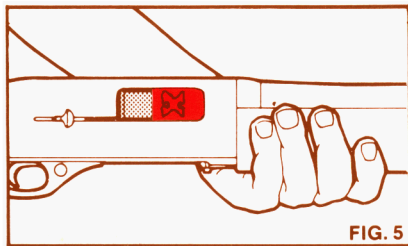

FIG. 5
2. Place the safety in the "on" position. The chamber can now be loaded by inserting a shell directly into the ejection port (Figure 5).
2. Mettez le cran de sûreté en position "on" La chambre peut maintenant être chargée en introduisant directement une cartouche dans la fenêtre d'éjection (Fig. 5).
2. Sichern Sie die Waffe durch drücken des Sicherungsknopfes ("on" position). Schieben Sie eine Patrone durch die Auswurföffnung in die Patronenkammer (Abb. 5).
Coloque el seguro en la posición "on". La recámara se puede cargar ahora, insertando un cartucho directamente por la ventana de expulsión (Fig. 5).